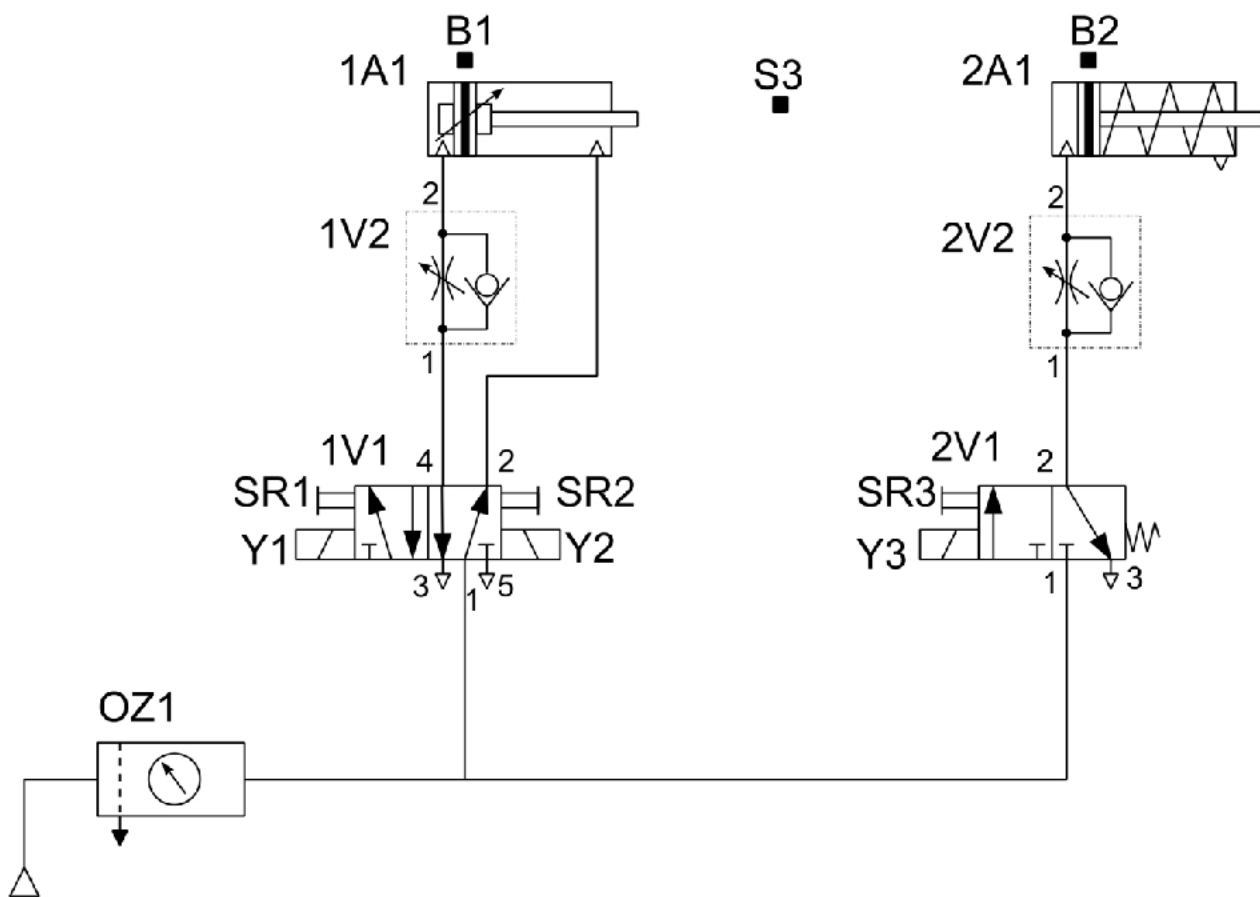

Rysunek 1. Schemat techniczny
- schemat technologiczny – rysunek 1.,